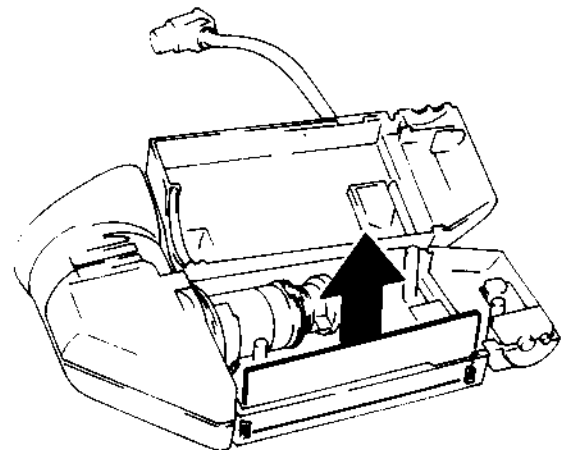

Abb. 2.123 Ausbau der Leiterplatte des elektronischen Suchers (EVF)
Ausbau der Leiterplatte des elektronischen Suchers (Abb. 2.123, 2.124)
2. Die Leiterplatte des elektronischen Suchers, die Kathodenstrahlröhren-Leiterplatte und die Mikrofonbuchsen-Leiterplatte in Pfeilrichtung abziehen (siehe Abb. 2.123).
2. Die Leiterplatte des elektronischen Suchers ausbauen (siehe Abb. 2.123, 2.124).